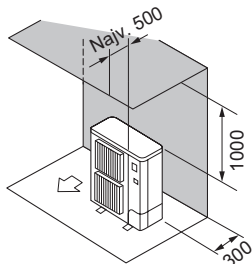

Fig. 2-7
- ② Ovire samo na zadnji in zgornji strani (Fig. 2-7)